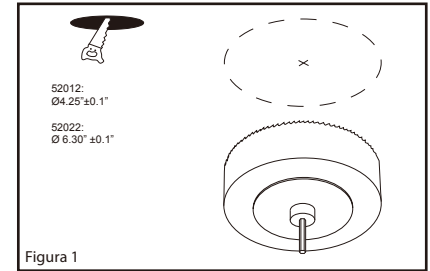

Figura 1
1. Utilice la plantilla de tamaño de agujero incluida en la caja para perforar un agujero en el techo. Prepare los cables de suministro. Instale y desproteja el cable de alimentación de línea 6" (15 cm) y los alambres 5/8" (1,6 cm). (Figura 1)